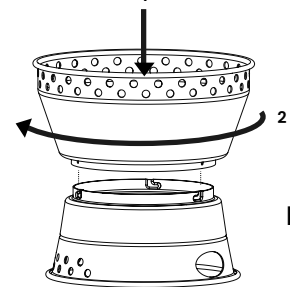

Fig. 2
- Placez la base du cuiseur (14) sur une surface horizontale stable, en matériau non inflammable, insérez les bosses sur la collerette du pare-vent (5) dans les rainures en L et tournez le pare-vent jusqu'à ce qu'il soit verrouillé (fig. 2).